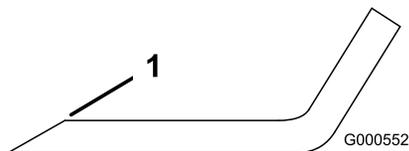

Figura 48
1. Utilice una lima para afilar el filo de corte en ambos extremos de la cuchilla (Figura 48).
Nota: Si la cuchilla no está equilibrada, rebaje algo el metal en la parte de la vela solamente (Figura 48).